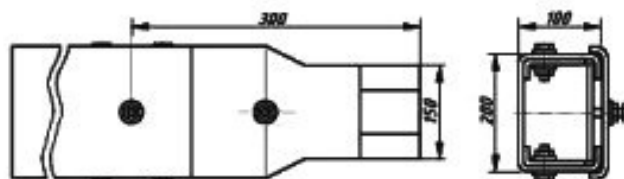

**Рис.3.5.6. Короб тройниковый**
**Короб тройниковый** (табл. 3.5.6, рис. 3.5.6) предназначен для разветвления на три направления.